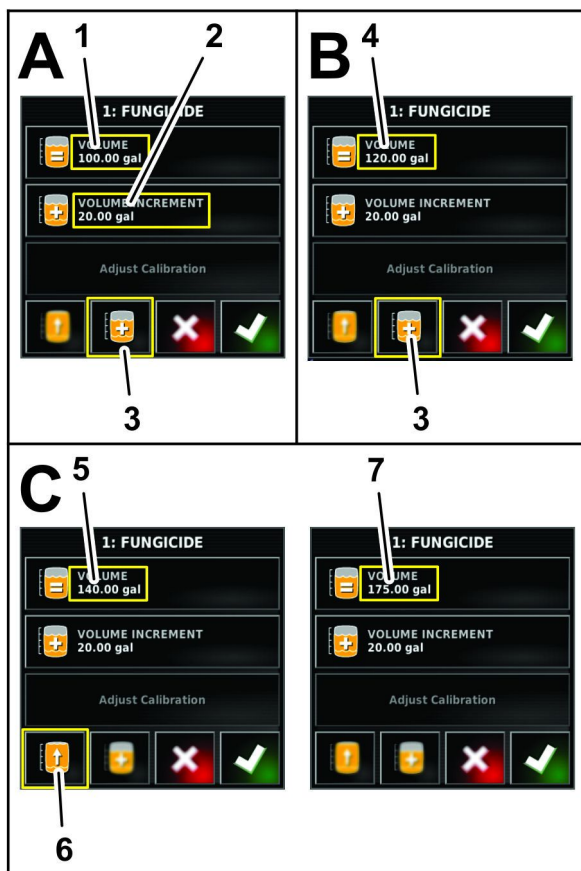

Рисунок 40
4. Если вы постепенно добавляете химикаты в воду, нажмите на значок ШАГА ИЗМЕНЕНИЯ ОБЪЕМА (Рисунок 40).
5. С помощью цифровой клавиатуры на дисплее введите шаг изменения объема материала (например, химикатов, добавляемых в воду), который вы добавляете в бак, и нажмите на значок подтверждения (Рисунок 40).
6. Если вы постепенно добавляете химикаты в воду, залейте материал в бак и нажмите на значок ШАГА ИЗМЕНЕНИЯ ОБЪЕМА МАТЕРИАЛА (Рисунок 40).
Примечание: Если вы заполняете бак материалом или водой полностью, можете нажать на значок ЗАПОЛНЕНИЕ БАКА ДО ПРЕДЕЛА (Рисунок 40).